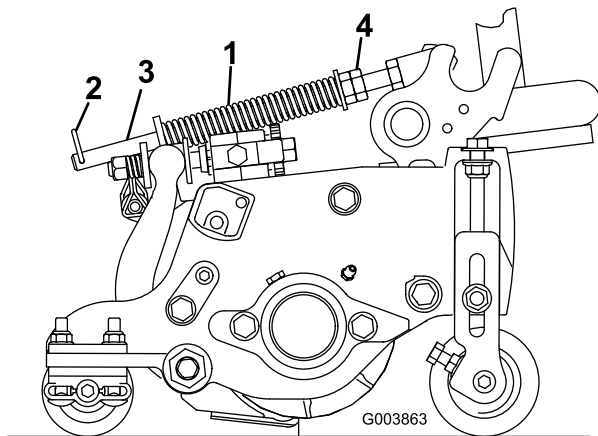

Bild 23
1. Stellen Sie sicher, dass der Splint in das hintere Loch in der Federstange eingesetzt ist (Bild 23).
2. Ziehen Sie die Sechskantmuttern vorne an der Federstange an, bis die komprimierte Länge der Feder 15,9 cm beträgt, siehe Bild 23.